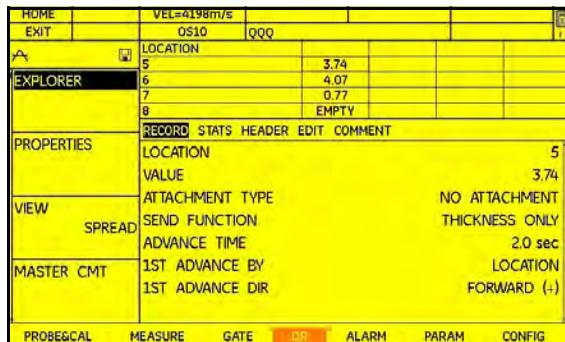

Figura 29: La opción Propiedades
Utilice el joystick para seleccionar el archivo y, a continuación, pulse F2 o el botón central ( joystick ) para confirmar la selección. El DMS Go mostrará lo siguiente: “¿AVISO: MOSTRAR PROPIEDADES?” Si mueve el joystick a Sí, se abrirá la función PROPIEDADES (Figura 29 en la página 118).
- **Spread** muestra el archivo por posición y puntos de datos (ver Figura 29 en la página siguiente). Se mantiene el formato de visualización.
1. En el submenú **DR**, utilice el joystick (  ) para seleccionar e introducir la función **PROPIEDADES**. Cuando aparece el archivo DR, el nombre de dicho archivo aparece en la parte superior de la cuadrícula, y la pantalla es similar a la siguiente Figura 29. Los parámetros enumerados variarán en función del tipo de archivo creado.
1. Asegúrese de que el submenú **REGISTROS** está resaltado en la función **PROPIEDADES** (ver Figura 29 en la página 118).